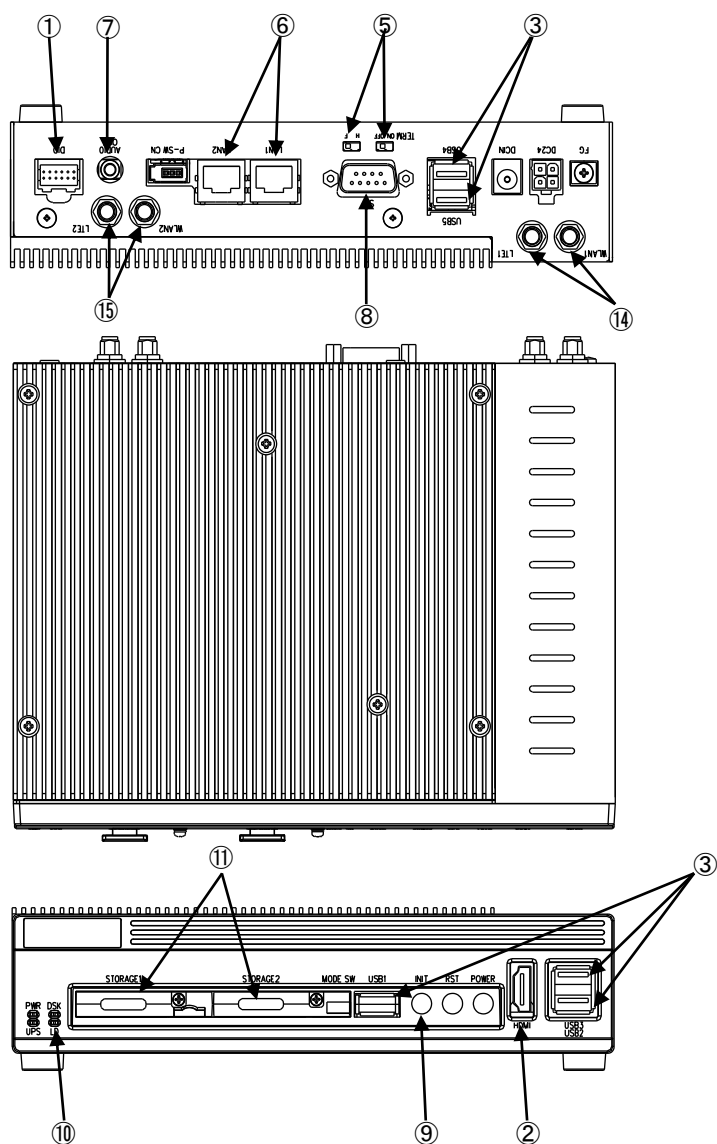

図 3-1-1. 外形図 (EC4B-010AT)
汎用入出力	汎用の入出力です。 入力 6 点、出力 4 点を制御できます。 (図 3-1-1 ①)